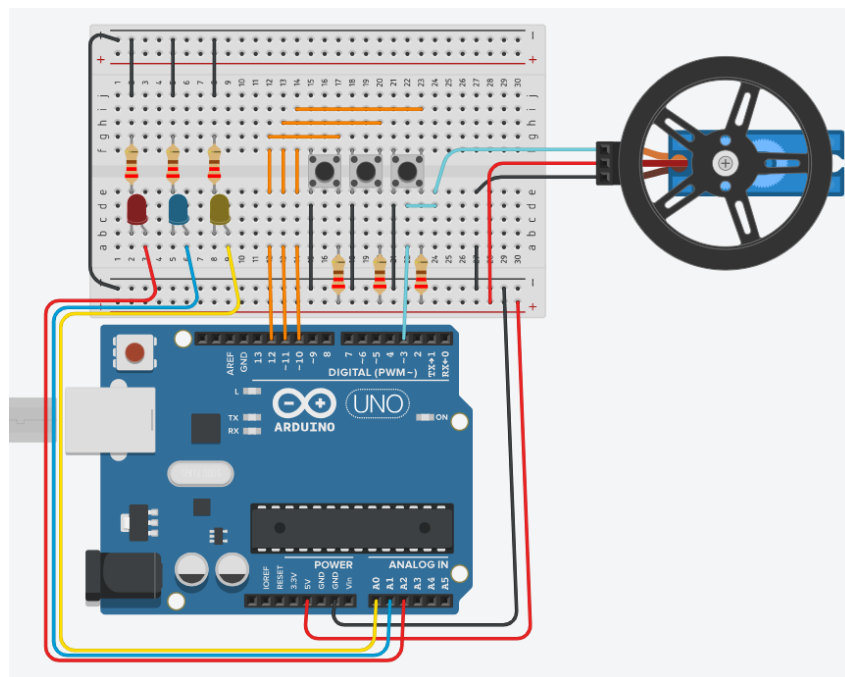

Figura 3: Diagrama de conexión eléctrica.
En la Figura 3 podrá encontrar la conexión eléctrica detallada en la plataforma Tinkercad:
1. **Conecte** el cable de alimentación al puerto Micro-USB. (Ver figura 3)